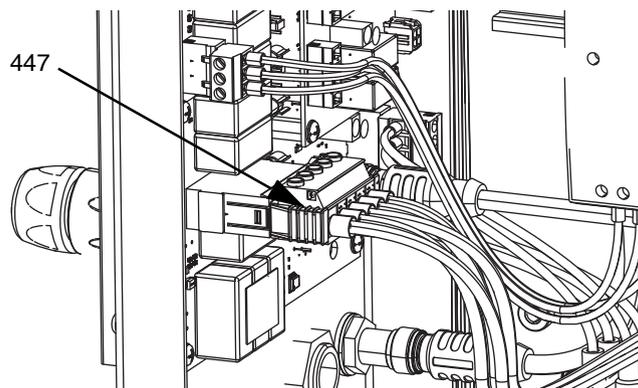

FIG. 17
9. Collegare il cavo CAN incluso nel Modulo di espansione alla paratia 2 (B2) sulla AMZ 1 nel Quadro di controllo del calore (S).
10. Collegare il cablaggio (479) dal modulo di espansione alla AMZ1 come mostrato in FIG. 17.